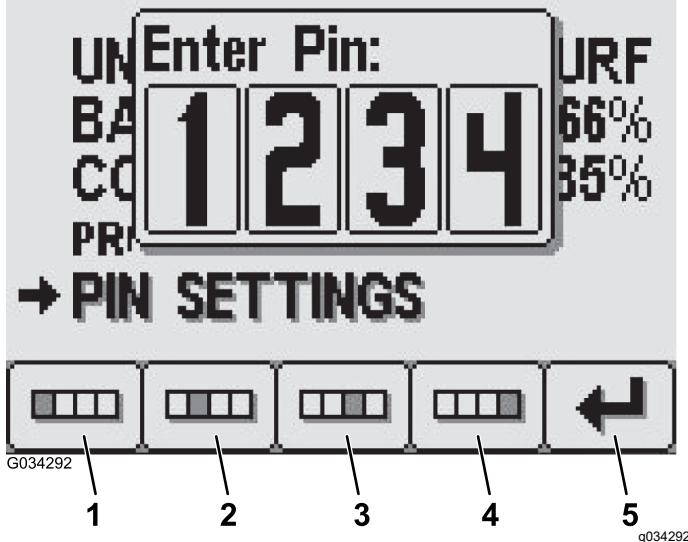

Figura 24
- Premete i pulsanti dall'1 al 4 per inserire il codice PIN. Quando completate l'inserimento del PIN, premete il pulsante 5 (Figura 24).
- Nella schermata di inserimento del vecchio PIN, inserite il vostro vecchio PIN utilizzando i pulsanti da 1 a 4 e premete il pulsante 5 quando completate il PIN (Figura 24).